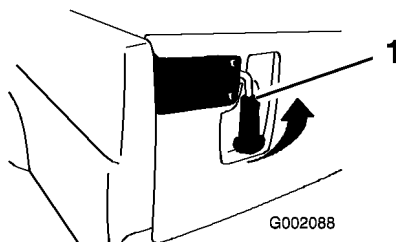

Bild 26
1. Heben Sie die Riegelgriffe an, um die Riegel an der hinteren Bordwand zu öffnen (Bild 26). Diese schnappen dann in Richtung der Mitte der hinteren Bordwand aus. Senken Sie die hintere Bordwand langsam ab.